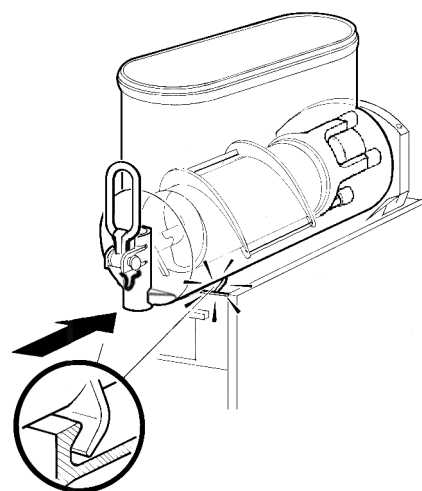

figura 16
- 7 Montare il contenitore e spingerlo verso la parete posteriore, accertandosi che calzi completamente sulla guarnizione e che contemporaneamente i suoi agganci inferiori siano impegnati negli appositi risalti del piano gocciolatoio (vedere figura 16).